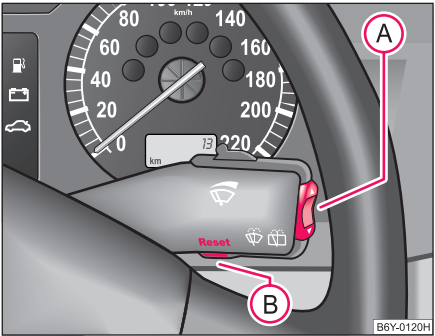

Fig. 11 Display de información: elementos de mando
- El menú se activa pulsando la tecla basculante (A) ⇒ fig. 11 durante más de 1 segundo.
Al cabo de 10 segundos o tras accionar la tecla basculante **(A)** ⇒ **página 23, fig. 11** se suprimirán los avisos de perturbación y quedarán registrados bajo la indicación **CAR STATUS (ESTADO DEL VEHÍCULO)**.